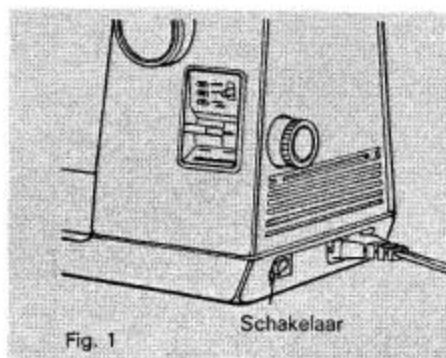

Fig. 1
1. Zet Uw hak op de grond en druk met Uw voerpedaal de pedaalkaas naar beneden. (afb. 1)
1. Verwijder het accessoiresdoosje door het voorzichtig op te tillen vanaf de linkerkant. (Fig. 1)
Het ingebouwde naailicht is op de juiste plaats bevestigd, n.l. direkt boven de naald. De lichtschakelaar bevindt zich aan de zijkant van de machine (Fig. 1).